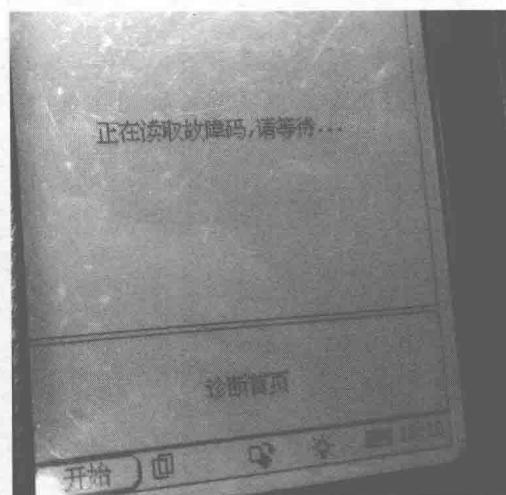

图 1-26 重新读取故障码
- 2) 重新用 X-431 读取故障码（图 1-26），当系统没有故障码显示时则故障码清理完毕。